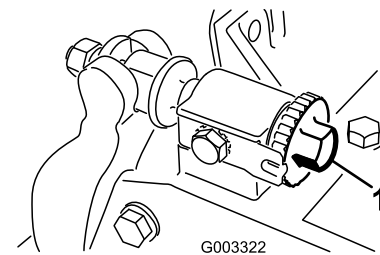
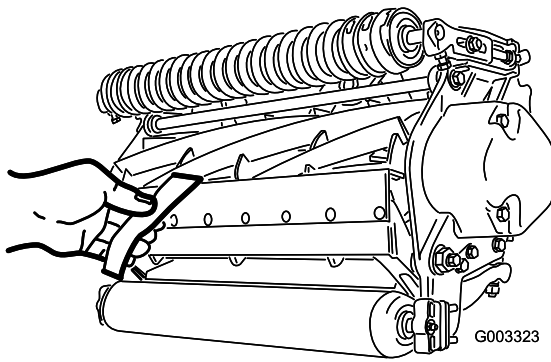

Figure 8
Figure 9
1. Placez la machine sur un sol plat et horizontal. Supprimez le contact avec le cylindre en tournant les vis de réglage de la barre d'appui dans le sens anti-horaire (Figure 8).
Important: Vérifiez que les écrous au bout des vis de réglage de la contre-lame ne reposent pas sur la surface de travail (Figure 8).
3. À une extrémité du cylindre, insérez une bande de papier journal entre le cylindre et la contre-lame (Figure 9). Tout en tournant lentement le cylindre en avant, tournez la vis de réglage de la barre d'appui dans le sens horaire (du même côté du cylindre) (Figure 8), un cran à la fois, jusqu'à ce que le papier soit pincé légèrement lorsque vous l'introduisez par l'avant, parallèle à la contre-lame. Vous devriez sentir une légère résistance lorsque vous tirez sur le papier.
5. Vérifiez ensuite si le cylindre peut saisir le morceau de papier inséré par l'avant et le couper lorsqu'il est inséré perpendiculairement à la contre-lame (Figure 9). Normalement, le papier doit être coupé avec un minimum de contact entre la contre-lame et les lames du cylindre. Si vous sentez un frottement ou un contact excessif du cylindre, vous devez alors roder ou rectifier les lames pour obtenir les tranchants nécessaires à une coupe de précision (voir le Manuel d'affûtage pour tondeuses rotatives et à cylindres Toro, Form No. 80-300PT).